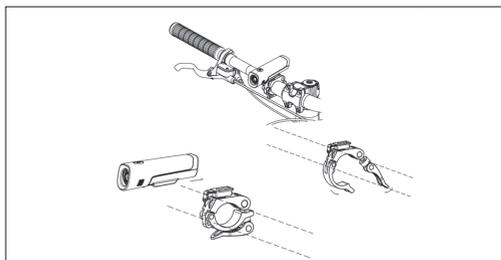

Figura 9-1
- a. Montar o farol frontal no guidador, como se mostra na Figura 9-1.